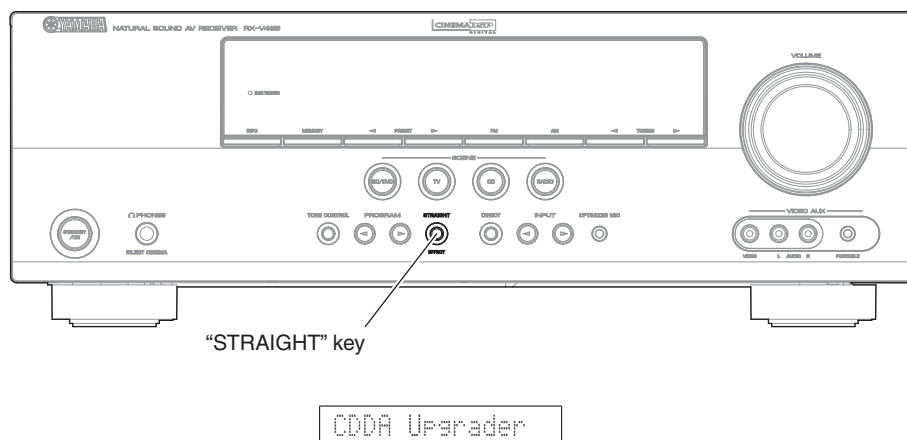

Fig. 2
1. While pressing the "STRAIGHT" key of this unit, connect the power cable of this unit to the AC outlet. (Fig. 2)
The FIRMWARE UPDATE mode is activated and "CDDA Upgrader" is displayed. (Fig. 2)
1. 本機の "STRAIGHT" キーを押しながら、本機の電源コードを AC コンセントに接続します。(Fig. 2)
FIRMWARE UPDATE モードが起動し、"CDDA Upgrader" が表示されます。(Fig. 2)